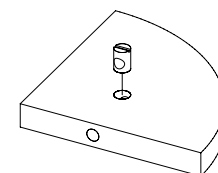

Рис.4
4. Закрутите муфты соответствующим шестигранником в плоскостные отверстия деталей 1, 2, 3, 4 таким же образом установите в эти же позиции ножки регулируемые (Рис. 4).